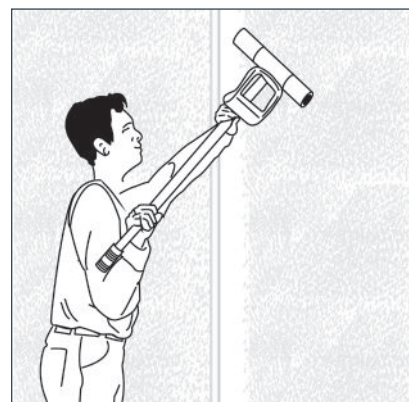

FIGURA 5
- Use un rodillo de laminado para asegurarse de eliminar todas las bolsas de aire entre el panel y la pared y para asegurarse de que haya una buena adhesión entre el panel y la pared. Inicie en la esquina superior del panel que esté más lejos del borde hacia el que avanza el trabajo. Empiece a pasar el rodillo hacia abajo y afuera, hacia el borde del panel que no tiene moldura. (Figura 5).
3. Use un rodillo de laminado para asegurarse de eliminar todas las bolsas de aire entre el panel y la pared, y para garantizar una buena adhesión entre el panel y la pared. Inicie en la esquina superior que esté más lejos del borde hacia el que avanza el trabajo. Empiece a pasar el rodillo hacia abajo y afuera, hacia el borde del panel hacia el que avanza el trabajo. (Figura 5).